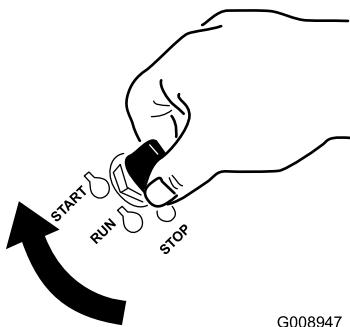

Figura 17
7. Gire la llave de contacto a la posición de Arranque (Figura 17). Cuando el motor arranca, suelte la llave.